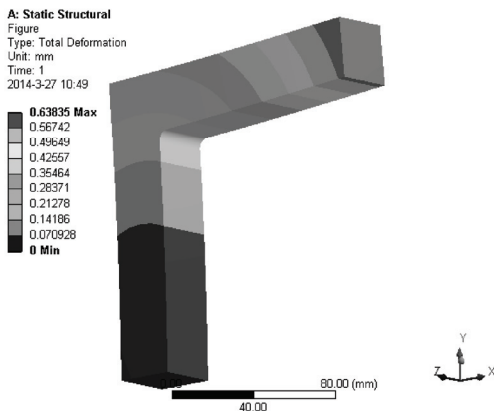

图 18-11 整体变形云图
4) 在 Outline 树结构图中的 Total Deformation 上单击右键，在弹出的快捷菜单中选择 Evaluate All Results，此时进行求解，求解后得到的图形如图 18-11 所示。